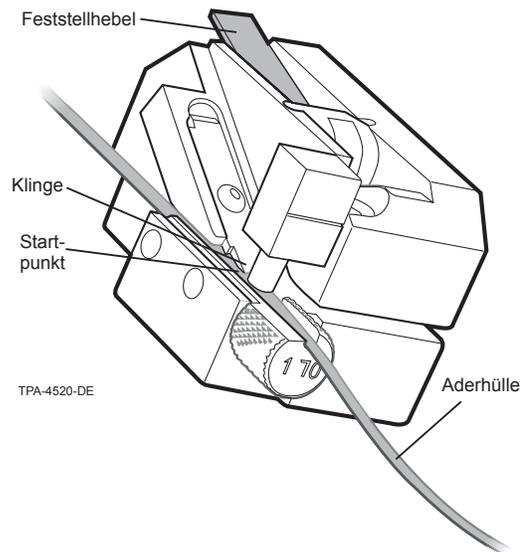

Abbildung 20
- a. Feststellhebel lösen und Werkzeug öffnen. Feststellen, wo die führende Kante der Klinge eine im Metallhalter platzierte Aderhülle berühren wird (Abbildung 20).